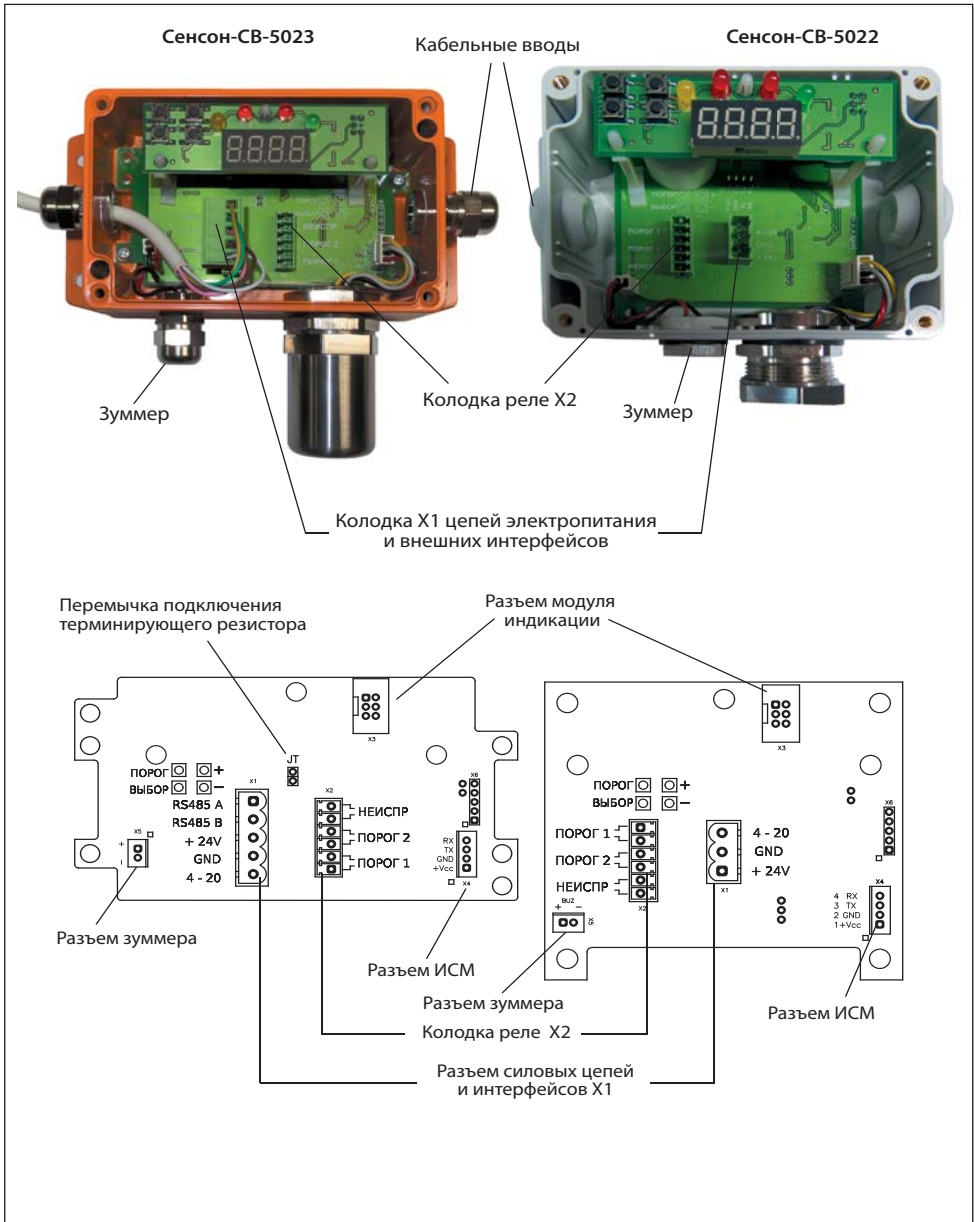
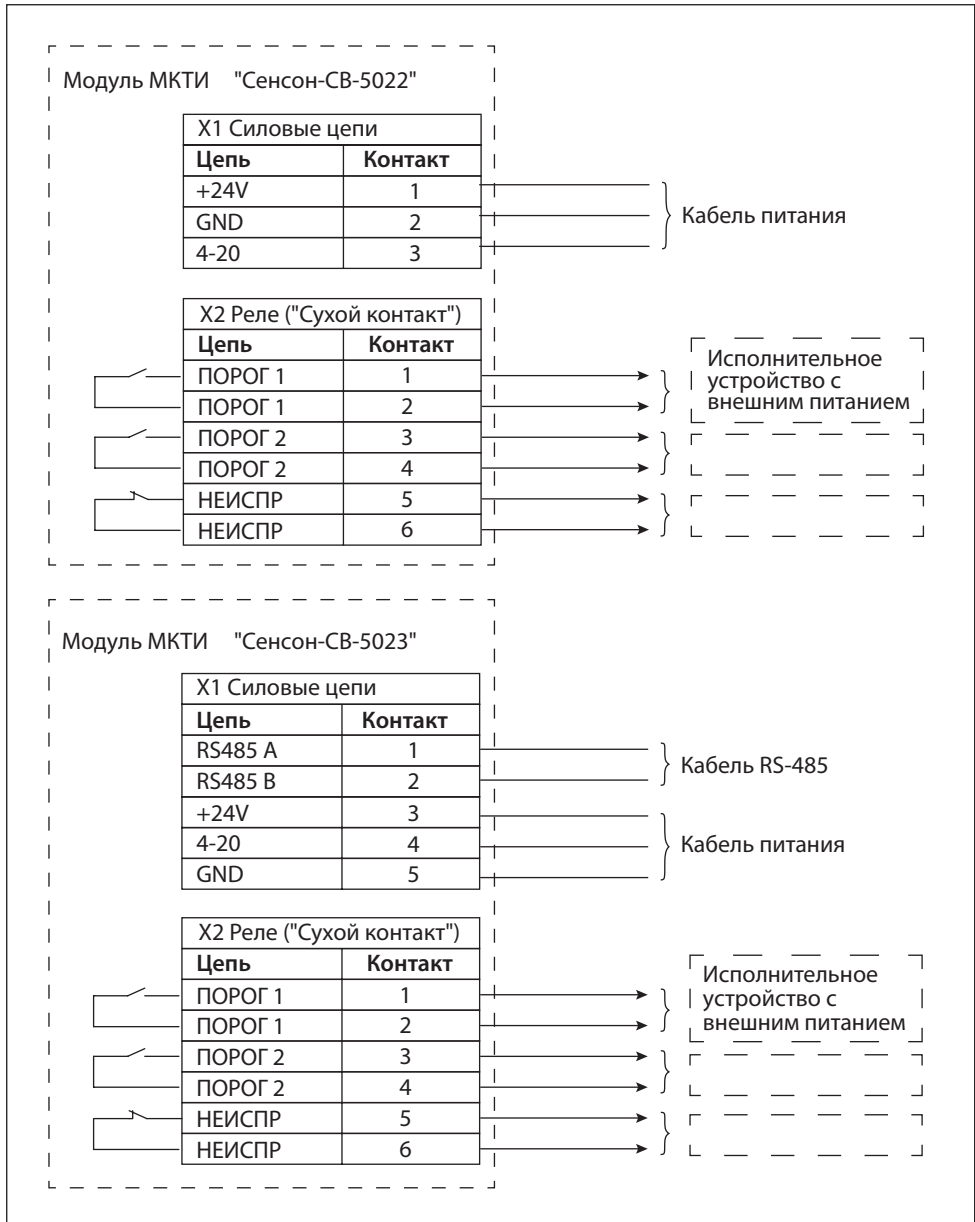

Рис.10. Коммутационные элементы: модель 5023 (слева), модель 5022 (справа)
Рис.11. Схема подключения ГА "Сенсон-СВ": модели 5022 (сверху) и 5023 (снизу)
5. Отсоедините кабельную часть разрывных колодок. Подключите кабели в соответствии с маркировкой на плате (рис.10) и схемой подключения (рис.11), прочно закрутите отверткой фиксирующие винты кабельных колодок.
7. При работе с моделью 5023, если необходимо отключить/подключить терминирующий резистор (в зависимости от конфигурации сети), снимите/установите перемычку в позицию JT (см. рис. 10).
8. Убедитесь, что разъемы модуля индикации, ИСМ, зуммера подключены (рис.10).
Последовательно нажимая кнопки ПОРОГ, ВЫБОР и "+", с помощью тестера сопротивления проверьте факт замыкания трех реле. Тестер необходимо подключать к проводам, соединенным с колодкой реле (см. рис.10, 11).